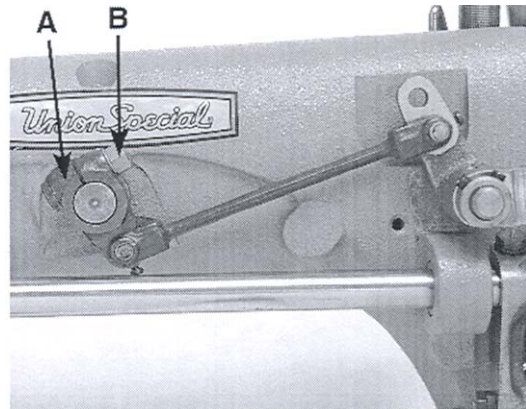

Fig. 6
Turn handwheel in the operating direction until the needle bar is at the bottom of its stroke. Loosen nut (B, Fig. 6) and move upper feed lift driving lever (A) so that the teeth of the upper feed dog is 5/32" (7.9mm) for style 53700B and 3/16" (4.8 to 5.2mm) for style 53800B, above the top of the throat plate. Then tighten nut (B) securely.
Drehen Sie das Handrad in N hrichtung bis die Nadelstange am untersten Anschlag ist. L sen Sie die Mutter (B, Fig. 6) und bewegen Sie den oberen Transporthebel (A) so, dass die Z hne des oberen Transporteurs 7,9 mm f r Klasse 53700B und 4,8 bis 5,2 mm f r Klasse 52800B  ber der Stichplatte sind. Dann ziehen Sie die Mutter (B) wieder fest an.